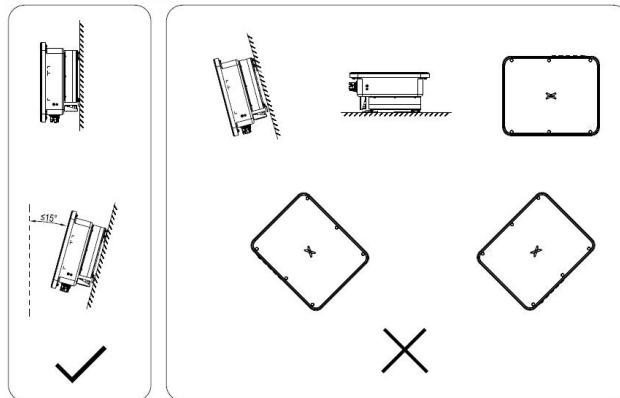

图 4.6 逆变器安装位置
(4) 安装表面应垂直于水平线，如图 4.6 所示。请将逆变器竖直或后仰≤15°安装，以利于机器散热。